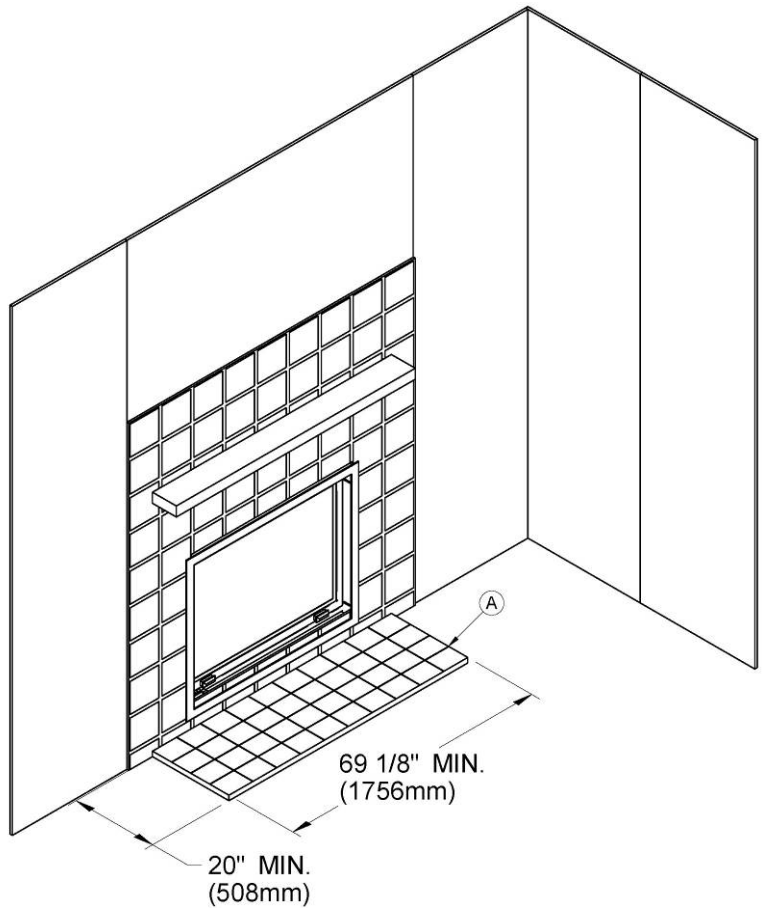
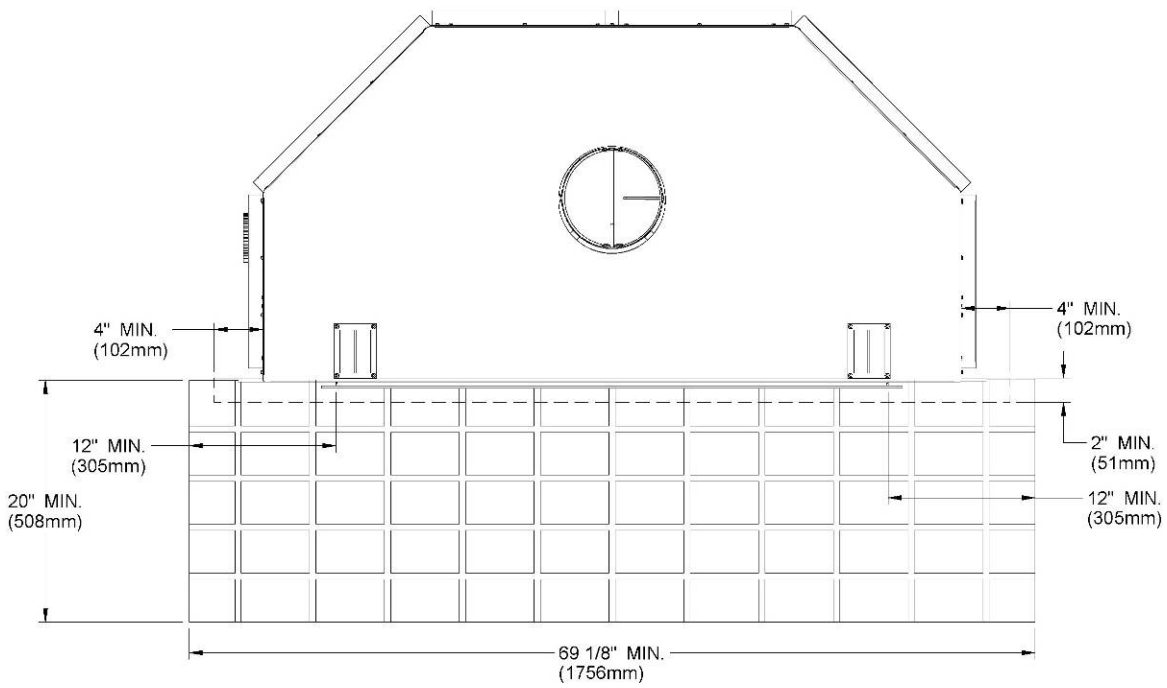

Figure 4
Figure 5
La zone d'extension de l'âtre (voir (A), **Figure 4**) doit mesurer au moins 20" (50 cm) en avant et au moins 12" (30 cm) de chaque côté de l'ouverture de la porte du foyer (voir **Figures 5 et 6**). Le joint entre l'extension de l'âtre et le foyer doit être protégé par un matériel non combustible, par exemple, une plaque de métal ou du coulis de ciment tel qu'illustrée à la **Figure 6**.
AVERTISSEMENT : L'EXTENSION DE L'ÂTRE DOIT ÊTRE INSTALLÉE TELLE QU'ILLUSTRÉE (voir Figures 5 et 6).